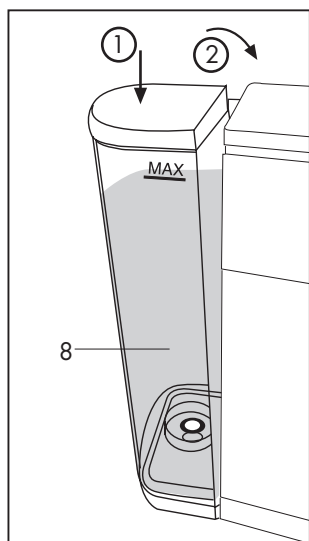

Fig. 3
- Cierre con la tapa y vuelva a colocar el depósito inclinándolo ligeramente y apoyándolo en la válvula del agua. Presione la parte superior en la máquina hasta que haga clic. Para evitar salidas de agua, controle que el depósito esté bien fijado **(Fig.3)**